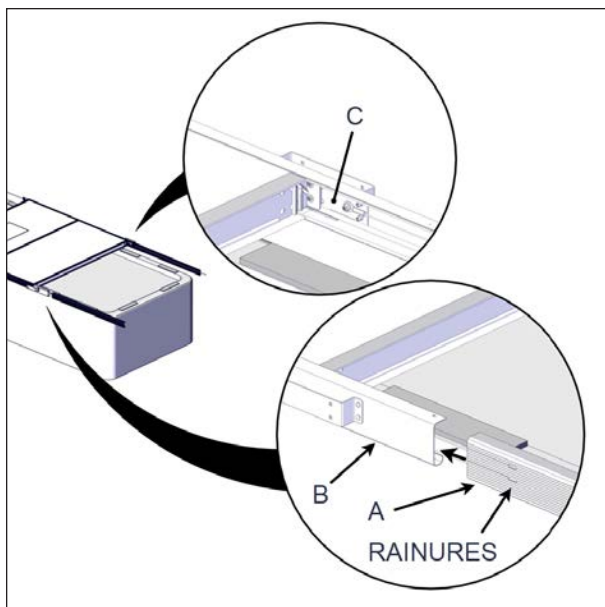

FIGURE 37: INSTALLATION DES PROFILÉS I À C (RALLONGES LATÉRALES)
14. Insérer les profilés en C (rallonge latérale) à l'intérieur du renfort en C, voir Figure 37.
Il y a deux rainures à l'extrémité de ces profilés en C (rallonge latérale). Le bout avec rainures doit être installé sur la plaque de fixation longue I à C tel que montré sur la Figure 37.